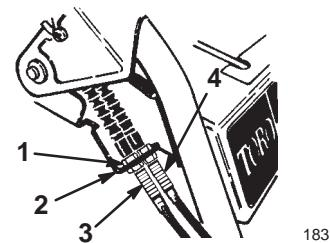

Figure 28
1. Desserrez l'écrou de blocage supérieur qui fixe le câble de commande de déplacement au support de montage (Fig. 28).
2. Tournez l'écrou de blocage inférieur pour augmenter la tension de la courroie (Fig. 28).
- A. Desserrez l' écrou de blocage supérieur qui fixe le câble de tarière/roue hélice au support de montage (Fig. 28).
9. Sur le câble de commande qui correspond à la courroie usagée, desserrez les écrous de blocage qui fixent le câble au support (Fig. 28).